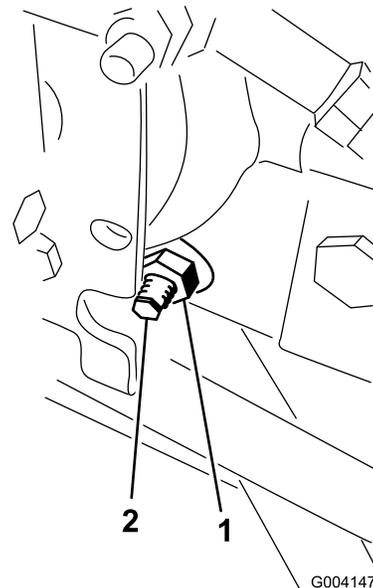

Bild 69
3. Lösen Sie rechts am Hydrostat die Sicherungsmutter an der Fahrtrieb-Einstellnocke (Bild 69).